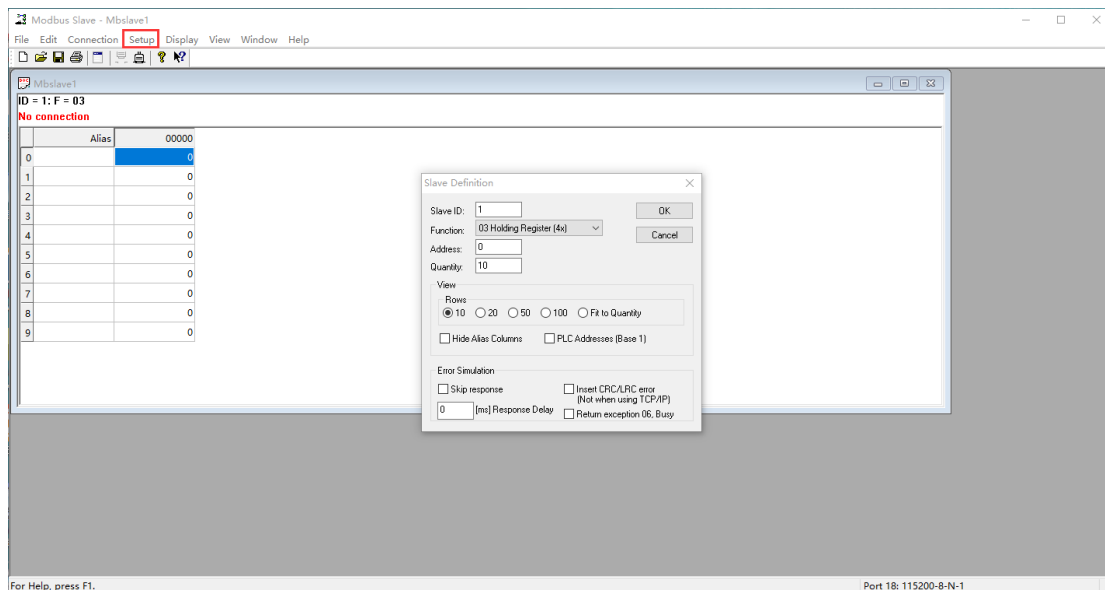

图 6-25 从机软件 MODBUS 协议设置
(5) 打开“Modbus Slave”工具，MODBUS 协议设置与“Modbus Poll”相同，选择功能码 3，如图 6-25 所示。